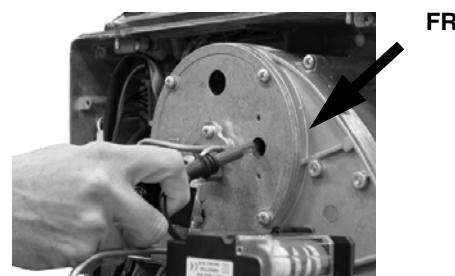

Рис. 42
- Вынуть фотодиод **FR** с его гнезда (Рис. 42).
Вынуть головку сгорания с гнезда, как указано на Рис. 42